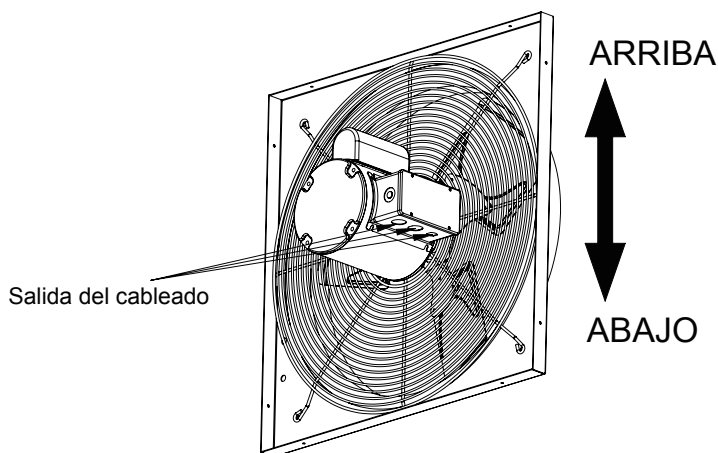

Figura 8 – Salida del cableado en ambientes húmedos
**NOTA:** Si el ventilador se usa en ambientes húmedos, la salida del cableado debe de estar en posición hacia abajo para evitar la entrada humedad en el motor. Vea la figura 8.